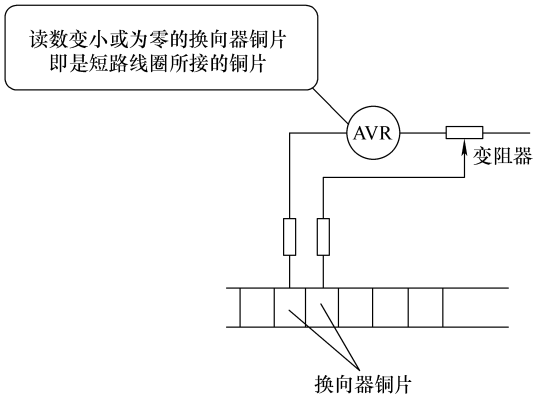

图 2-16 检测图示
5) 如果检测某一换向器铜片时, 读数变小或为零, 则说明该换向器铜片就是短路线圈所接的换向器铜片, 如图 2-16 所示。